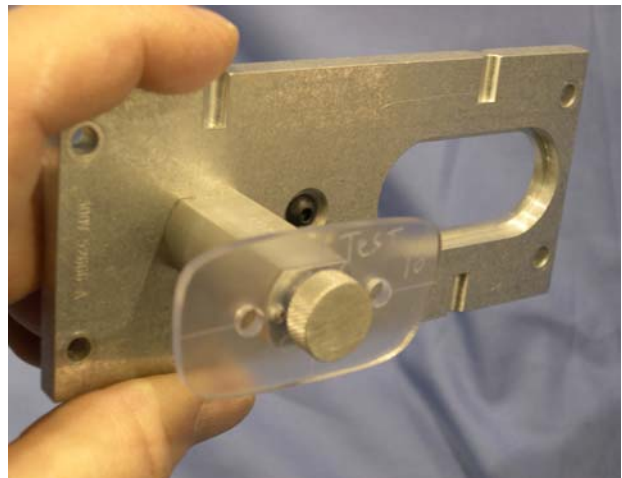

Abb. 3.3: Formscheibe befestigt am Glas-/Formscheibenhalter.
1. Befestigen Sie die Formscheibe mit den Haltestiften am Glas-/Formscheibenhalter. Fixieren Sie die Formscheibe mit der Formscheibenbefestigung. Siehe Abb. 3.3 rechts.